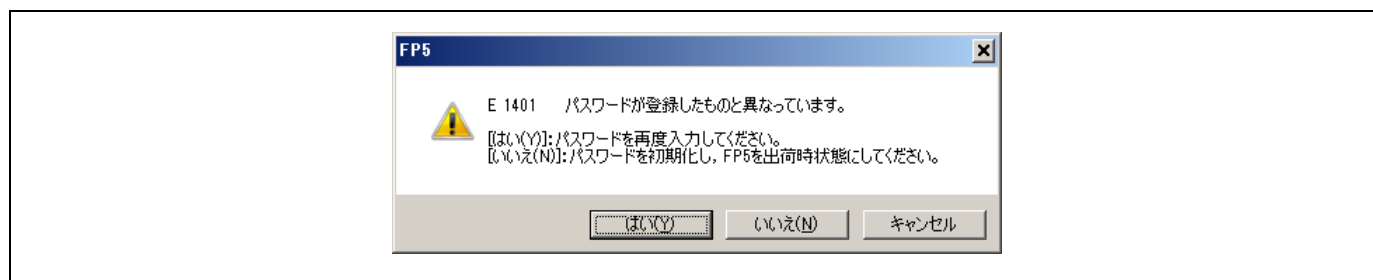
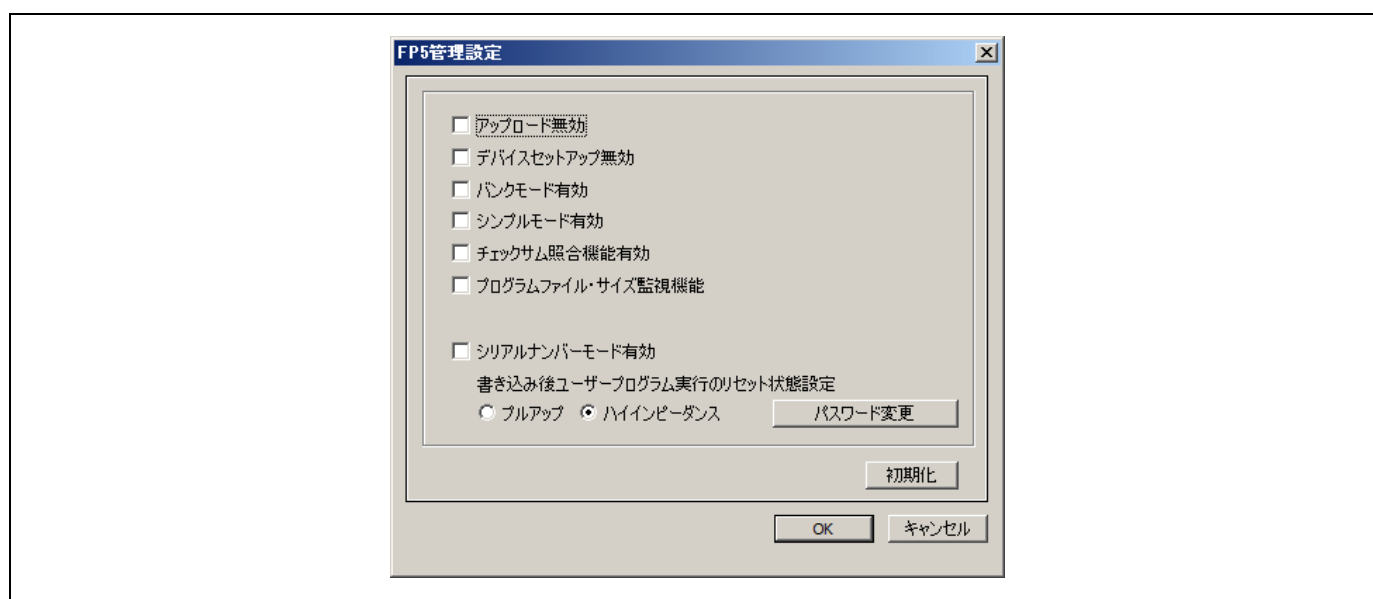

図 1.33 FP5 ダイアログ
図 1.34 FP5 管理設定ダイアログ
パスワードを[パスワード]ボックスに入力して **OK** を押してください。パスワードが一致すると図 1.34 のダイアログが開きます。パスワードが異なると、図 1.33 のダイアログが開きます。
- ・ FP5 管理設定ダイアログの設定（図 1.34 参照）